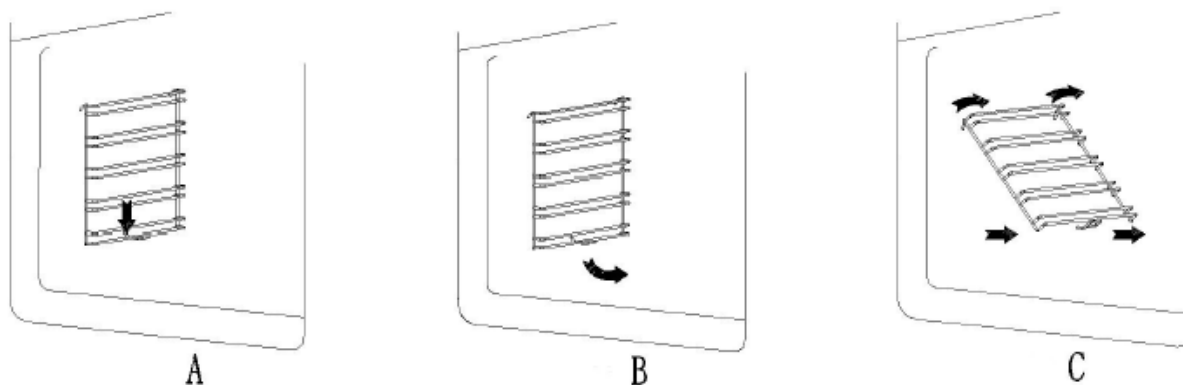

Рисунок 2
② Закройте дверцу духового шкафа примерно на 15 градусов, затем поднимите дверцу и медленно снимите ее (Рисунок 2)
③ После очистки установите дверцу в порядке, обратном порядку демонтажа.